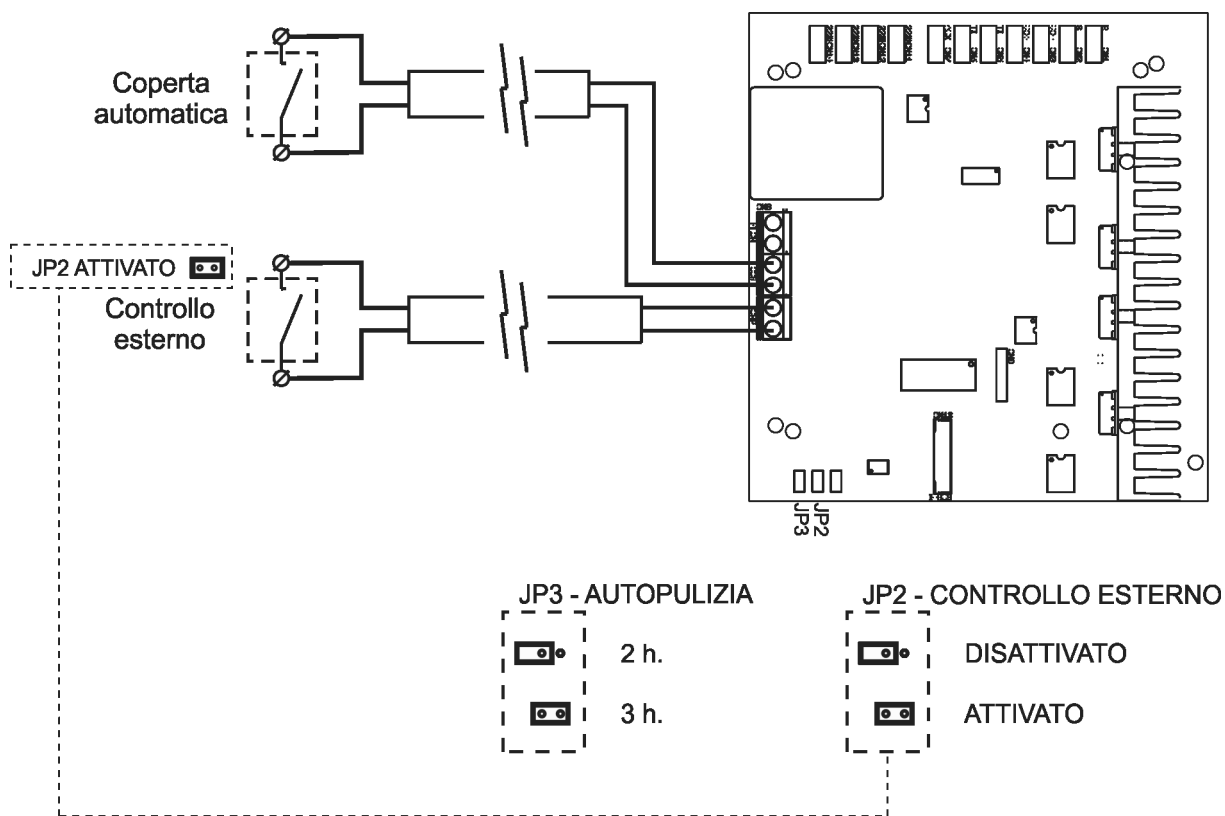

Fig. 16
- **Sistema di AUTOPULIZIA DEGLI ELETTRODI:** gli indicatori [5] mostrano lo stato di polarizzazione degli elettrodi (diretta/inversa). La frequenza d'inversione può essere selezionata mediante il jumper "JP3" situato nella scheda di controllo del sistema (Fig. 16). Questa configurazione diventerà effettiva quando il sistema si stacchi e torni a collegare.